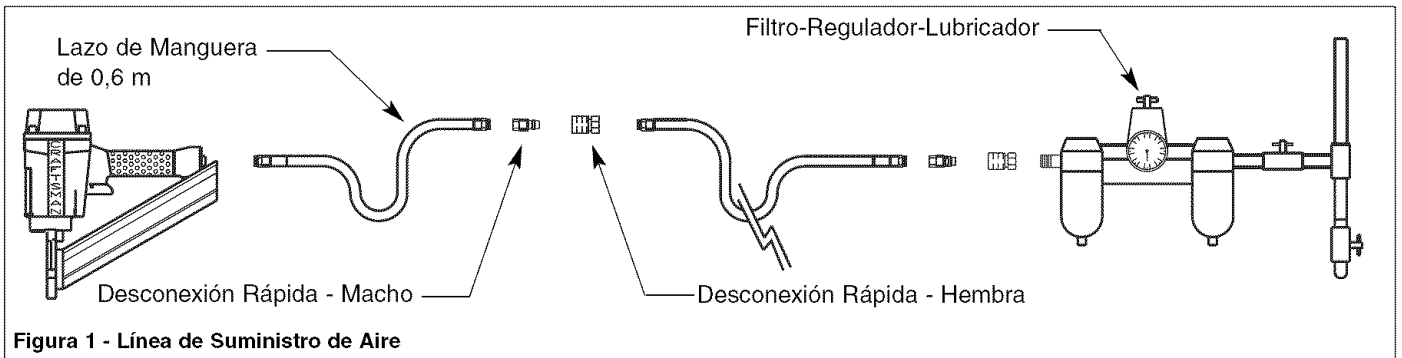

Figura 1 - Línea de Suministro de Aire
Refiérase a la Figura 1 (página 9).
- Se requiere un sistema de filtro-regulador-lubricador, el cual se debe colocar tan cerca de la herramienta como sea posible (vea le Figura 1, página 9). Recomendamos una distancia no mayor a 4,6 m.